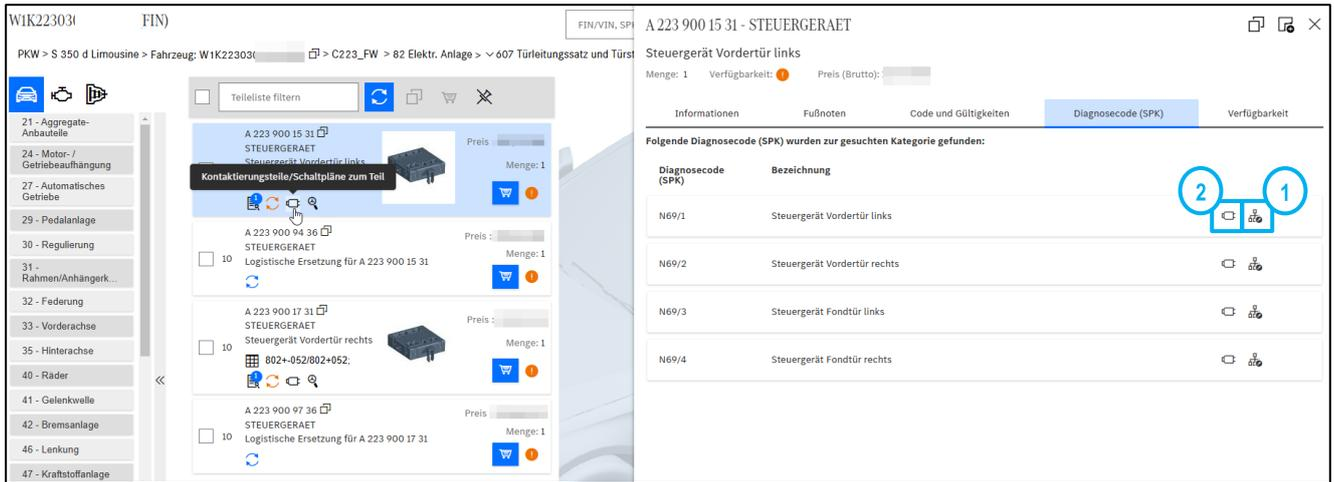

Abbildung 48 "Schaltplan (1) aufrufen"
Ein Klick auf das Symbol für die Kontaktierungsteile aus der Steuergeräte-Übersicht (Abbildung 48 ②) startet die Suche nach Kontaktierungsteilen für dieses Teil. Alle passenden Kontaktierungsteile werden angezeigt: